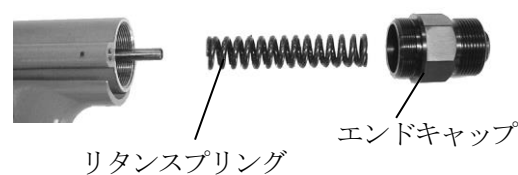

図7-15
- (4) エンドキャップをレンチで外して下さい。(図7-15)